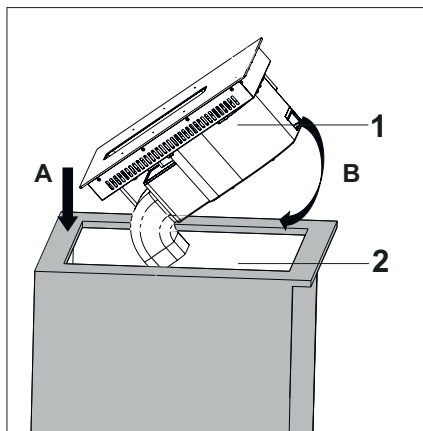

Fig. 30
- Lyft nu hällen och lätt ner den i bänkskivan först vänster sida (A) och sedan höger sida (B) (Fig. 30)